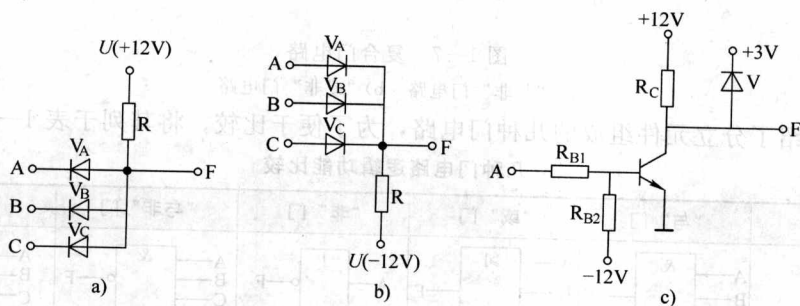

图 1—6 “与”“或”“非”门电路
① 二极管“与”门电路。二极管“与”门电路如图 1—6a 所示。当三个输入端都是高电平 ($A=B=C=1$) 时,设三者电位都是 3 V,则电源 U 向这三个输入端流入电流,三只二极管均正向导通,输出端 F 的电位比输入端高一个正向导通压降,对锗管(此电路一般采用锗管)为 0.2 V,输出电压为 3.2 V,仍属于“3 V 左右”,所以 $F=1$ 。